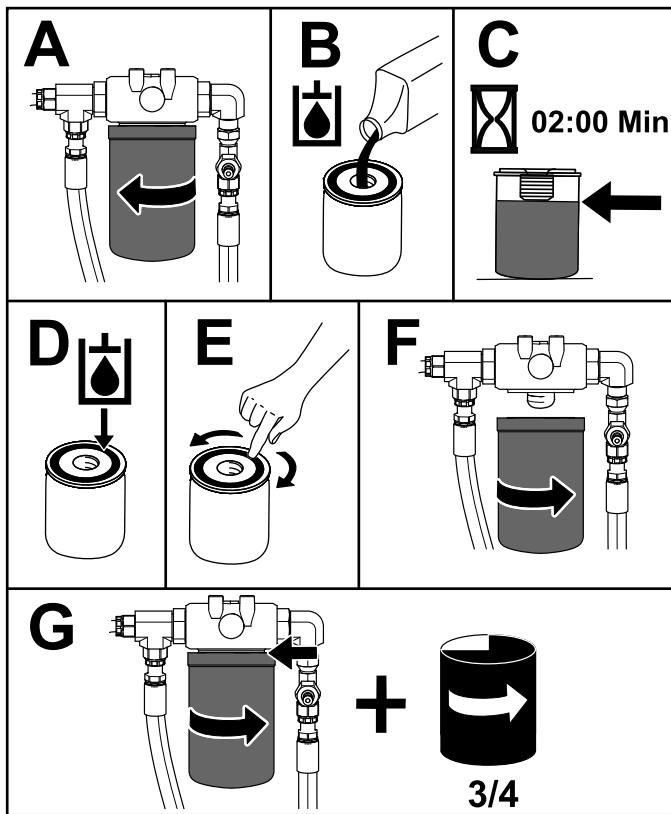

Figura 81
9. Coloque un recipiente debajo del filtro trasero y cambie el filtro (Figura 81).